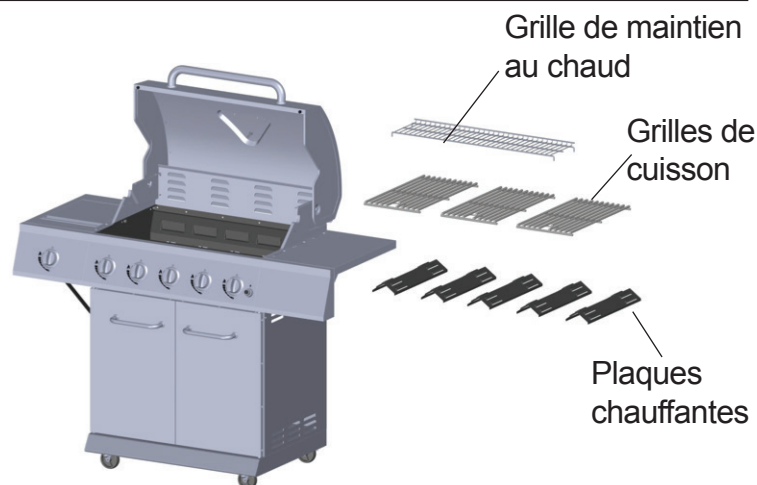

Figure 1
3. Retirer la goupille comme illustré à la figure 1. Retirez les 2 vis qui fixent l'électrode d'allumage au brûleur comme le montre la figure 2.